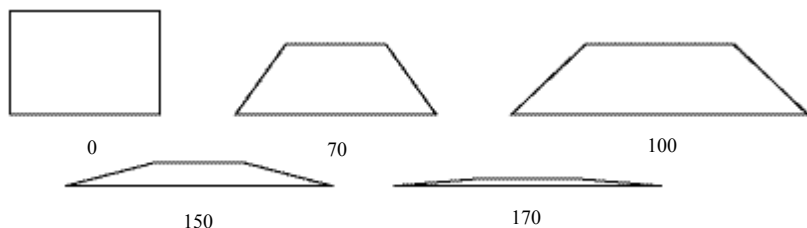

图 4.5.19 Parallel Deviation 二维四边形单元变化图形
- 图 4.5.19 所示为当 Parallel Deviation 值从 0~170 时的二维四边形单元变化图形。